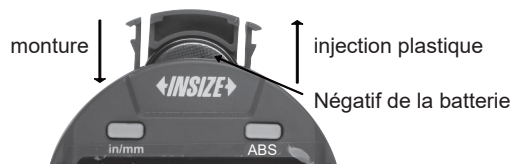

fig.1
1. Retirez et installez la pile (CR2032), le côté négatif de la pile étant orienté vers l'extérieur (fig.1).